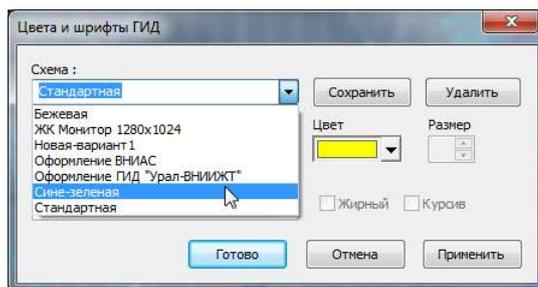

Рис.341.
9.2.5. Выберите схему из предложенного списка (см. рис. 341) и нажмите кнопку «Применить». Элементы поля ГИД окрасятся в цвета, определенные в этой схеме.